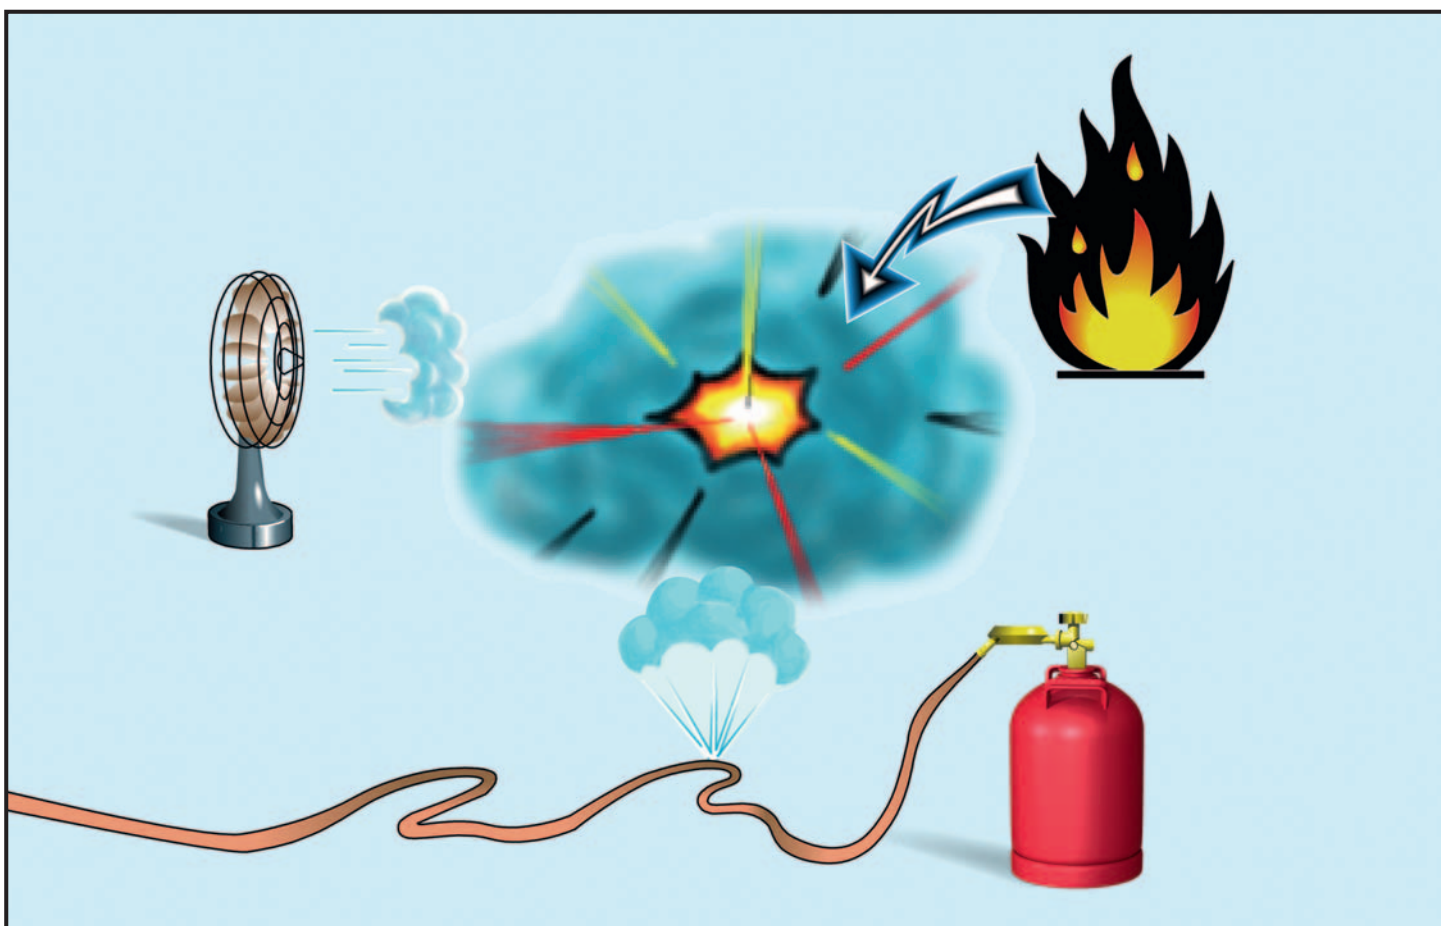

Figure 8 :
- Le GPL est un gaz extrêmement inflammable qui peut former avec l'air ou l'oxygène des mélanges explosifs (figure 8).